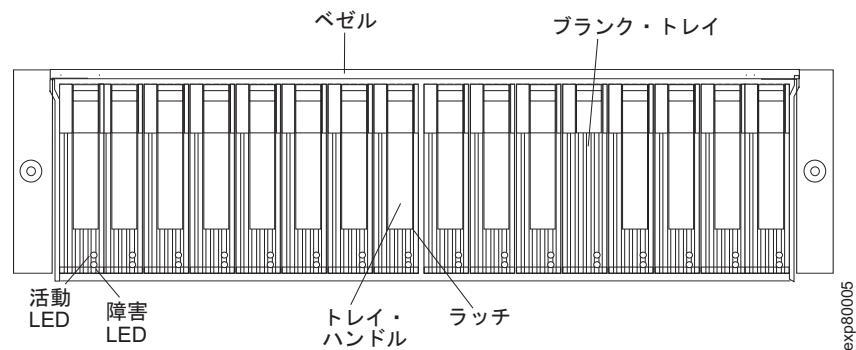

図 79. ホット・スワップ E-DDM LED
2. 図 79 に示される障害 LED を確認します。いずれかのこはく色の LED が点灯している場合は、183 ページの『問題の解決』を参照してください。